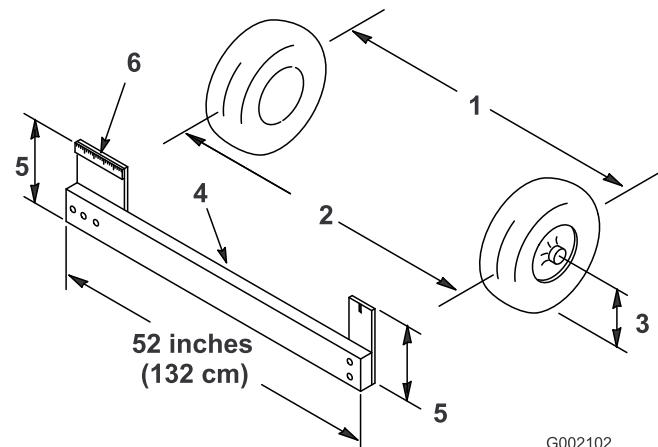

Figura 15
1. Meça a distância entre os pneus dianteiros à altura do eixo na zona dianteira e traseira dos pneus dianteiros (Figura 15). É preciso um objecto imóvel ou um medidor de alinhamento para a medição traseira dos pneus dianteiros à altura do eixo. Utilize o mesmo objecto ou medidor de alinhamento para obter uma medição precisa da dianteira dos pneus dianteiros à altura do eixo (Figura 15).